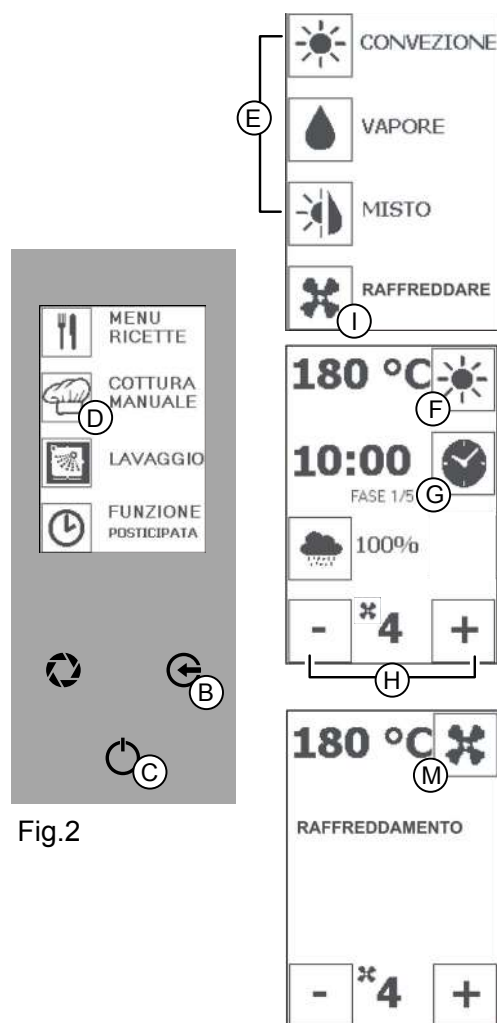

Fig.2
Premere l'icona "COTTURA MANUALE" (Fig 2/D) e la tipologia di cottura desiderata (Fig 2/E).
2. Premere le icone "MENO" e "PIÙ" (Fig 2/H) per impostare un valore compreso fra 1 e 6.
Premere più volte il tasto "ESC" (Fig 2/B) per interrompere la funzione e tornare alla schermata iniziale.
2. Premere per 3 secondi l'icona "TEMPERATURA" (Fig 2/F).
Premere tasto "INVIO" (Fig 2/C) per far partire la funzione,
Premere tasto "INVIO" (Fig 2/C) e il tasto "ESC" per fermare il preriscaldamento e tornare alla schermata iniziale.
Concluso il preriscaldamento, appare scritta "CARICARE" (Fig. 2 - Display 2). Aprire la porta e introdurre il prodotto. Terminato il carico, chiudere la porta del forno. Si avvia la cottura impostata.
Premere l'icona "COTTURA MANUALE" (Fig 2/D) e l'icona "RAFFREDDARE" (Fig 2/I).
Premere l'icona "VENTILAZIONE" (Fig 2/M) e con le icone "MENO" e "PIÙ" (Fig 2/H) impostare la temperatura desiderata **fino a un minimo di 40°**. Premere tasto "INVIO" (Fig 2/C) per avviare la funzione.
Sul display compare schermata corrispondente (Fig 2/L)
Premere più volte il tasto "ESC" (Fig 2/B) per tornare alla schermata iniziale.